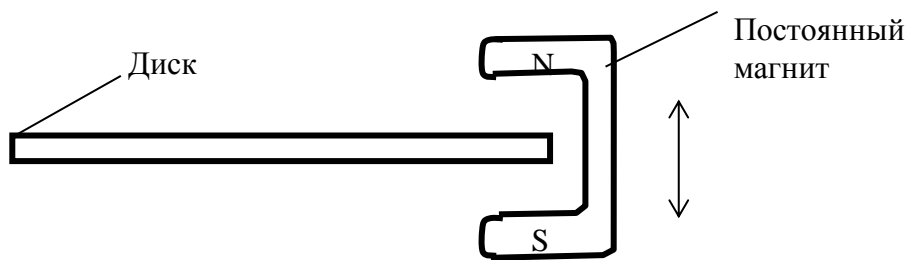

Рисунок 4
- 1) Постоянный магнит для создания тормозного момента (рисунок 4)